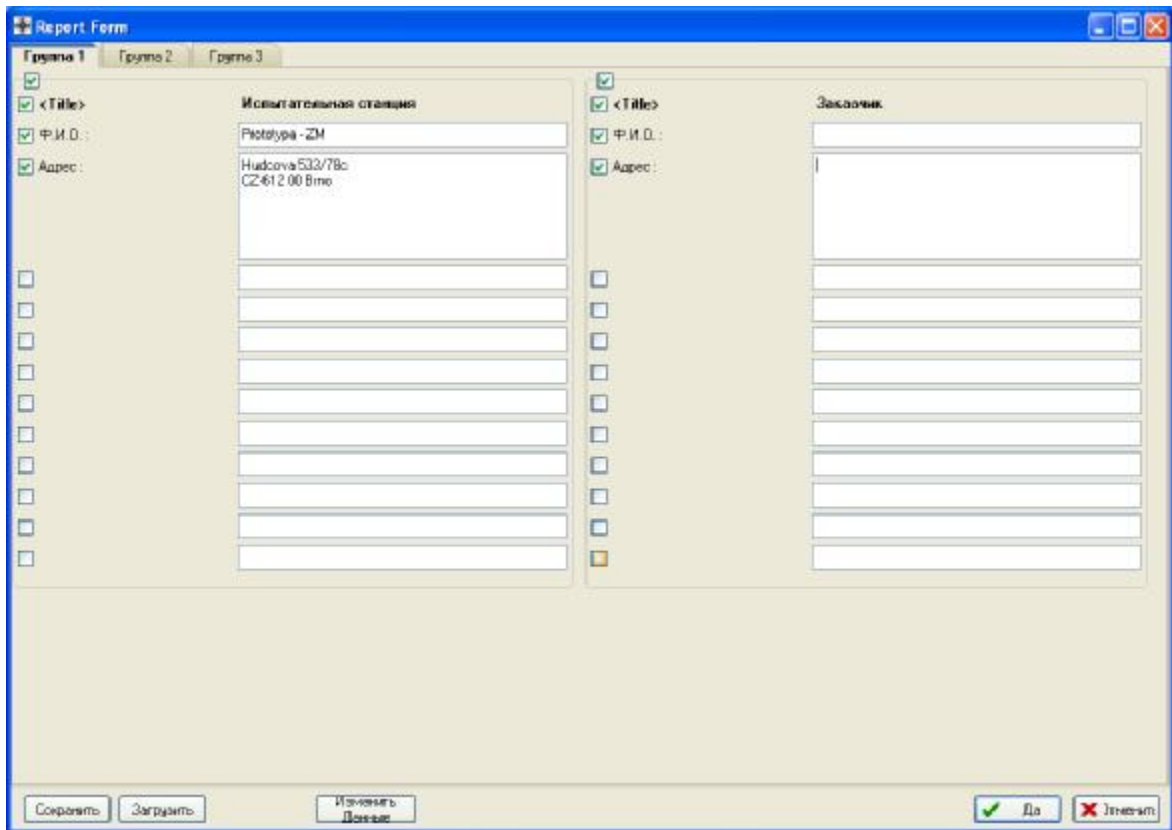

Рис. 7.12 Панель «Report form»
7.3.4.11 Нажать «Да». Отобразится панель «Report form», смотри рисунок 7.12.
7.3.6.6 Нажать «Да». Отобразится панель «Report form» см. рис.7.12.